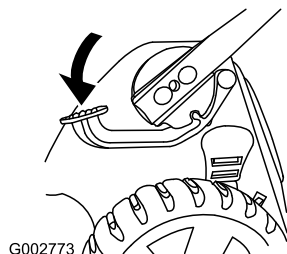

Figura 53
1. Pise el pedal y manténgalo pisado (Figura 53).